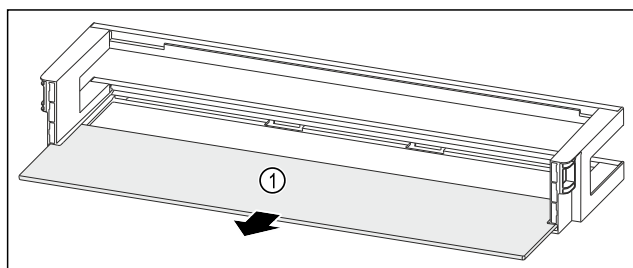

Fig. 130 Dveřní přihrádka s odkládací plochou
- Odkládací plochu Fig. 130 (1) odeberte.